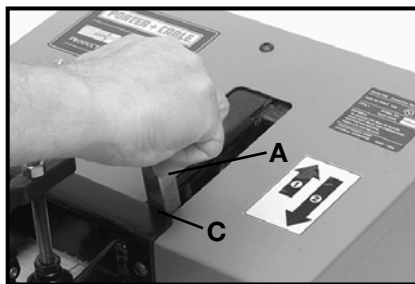

Fig. 22
6. Tire (jale) la palanca hacia atrás (en la dirección de la flecha No. 2) hasta que toque el tope trasero (C) Fig. 22.